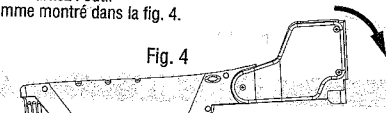

Fig. 4
1. Retournez l'outil comme montré dans la fig. 4.